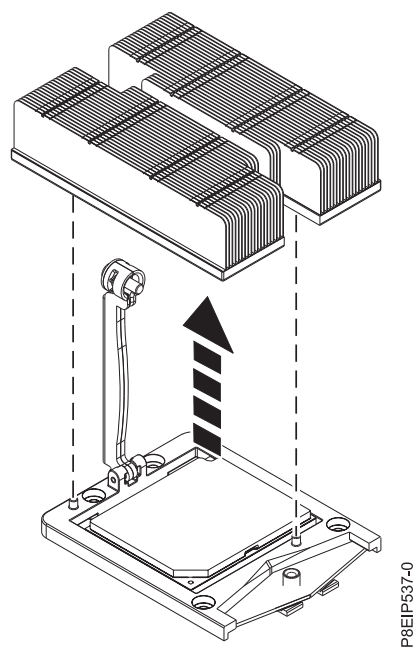

図 52. ヒート・シンクの取り外し
4. ヒート・シンクをつかみ、示されているように、まっすぐ上に持ち上げて取り外します (図 52 を参照)。